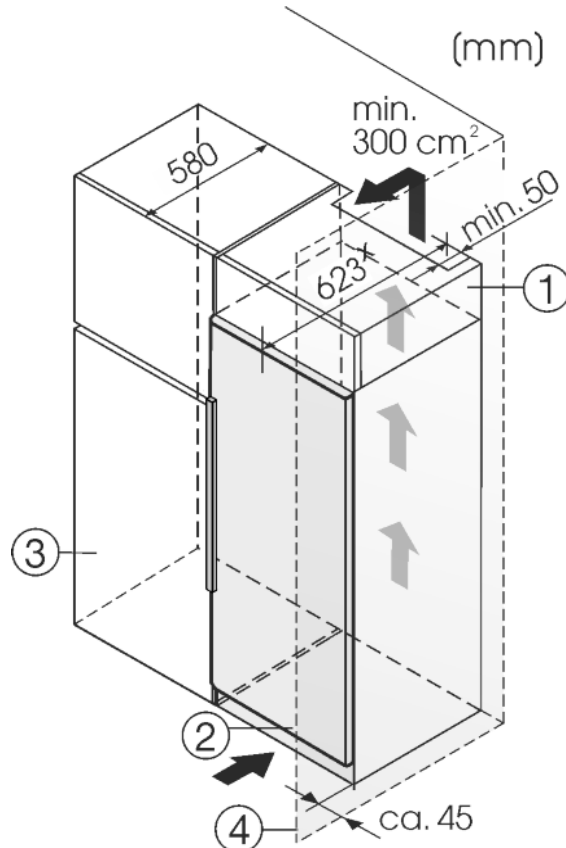

Fig. 8
- (1) Aufsatzschrank
- (2) Gerät
- (3) Küchenschrank
- (4) Wand
Das Gerät kann mit Küchenschränken umbaut werden. Um das Gerät *Fig. 8 (2)* der Küchenzeilenhöhe anzugleichen, kann über dem Gerät ein Aufsatzschrank *Fig. 8 (1)* angebracht werden.
Wenn das Gerät mit den Scharnieren neben einer Wand *Fig. 8 (4)* aufgestellt wird, muss der Abstand zwischen Gerät und Wand mindestens 40 mm betragen. Dies entspricht dem Griffüberstand bei geöffneter Tür.